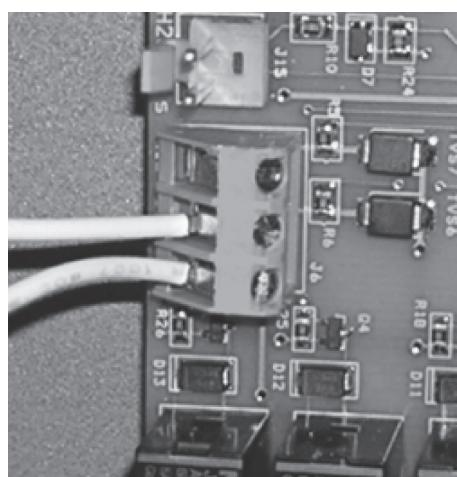

Figura 11B. AquaLink RS o conexión al TSTAT remoto (Conexión de 2 cables)
- Conecte el cableado desde el sistema de control de la piscina/spa al terminal remoto de la bomba de calor (vea la Figura 11b).